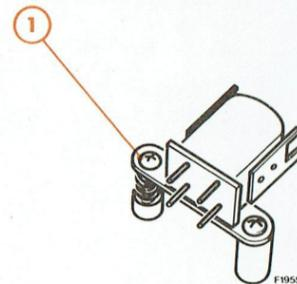

Fig. 9
A. RÉGLAGE DE L'AZIMUT DE LA TÊTE D'ENREGISTREMENT/LECTURE (Fig. 9)